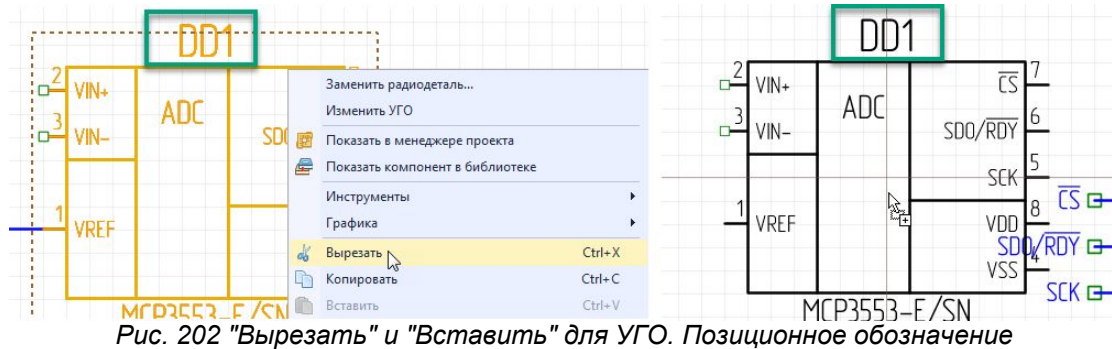

Рис. 202 "Вырезать" и "Вставить" для УГО. Позиционное обозначение
**Пример!** Если было вырезано УГО с номером позиционного обозначения DD1, то при вставке данного УГО будет то же позиционное обозначение – DD1, см. Рис. 202.